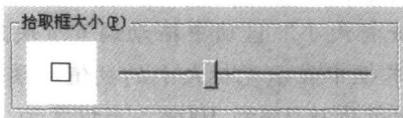

图1-14 改变拾取框大小
4. 在该选项卡的“拾取框大小”区域中拖动调节滑块改变拾取框大小，如图 1-14 所示。